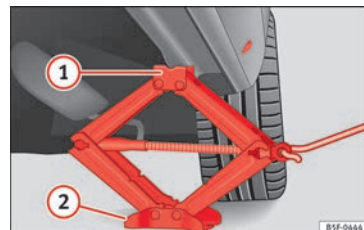

Fig. 75 Longarina: colocação do macaco do veículo.
- Rode o macaco*, colocado por baixo do ponto de apoio da longarina, para levantá-lo até que o ressalto **①** » » » **Fig. 75** se encontre por baixo da zona que lhe corresponde.
- Alinhe o macaco* de forma que o ressalto **①** «fique encaixado» na zona da longarina que lhe corresponde e que a placa base móvel **②** fique apoiada no chão. A placa base **②** deve ficar colocada na vertical, relativamente ao ponto de apoio **①**.